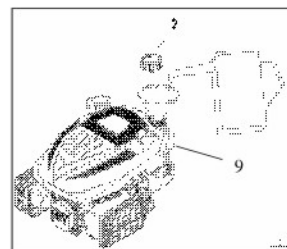

Fig. 5
1. Rimuovere il tappo del serbatoio (2).
2. Aggiungere carburante fino al segno di livello massimo posto sul collo del serbatoio (9) (vedi Fig. 5).